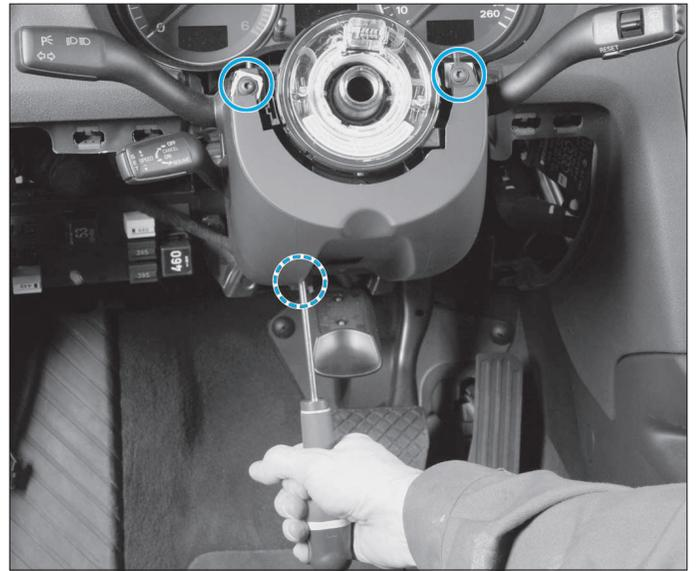

FIG. 13
- dévisser les 3 fixations (Torx de 25) de la coquille inférieure de colonne de direction pour la déposer (Fig.13).